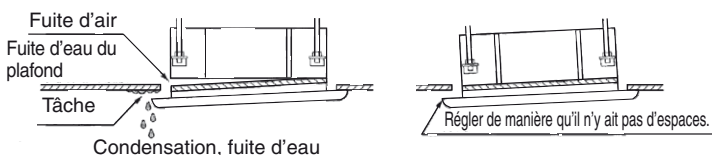

Fig. 7-10
- S'il n'y a un espace entre le panneau et le plafond, laissez le plafonnier fixé et effectuez des réglages fins à la hauteur d'installation de l'unité pour éliminer l'espace avec le plafond. (Fig. 7-10)